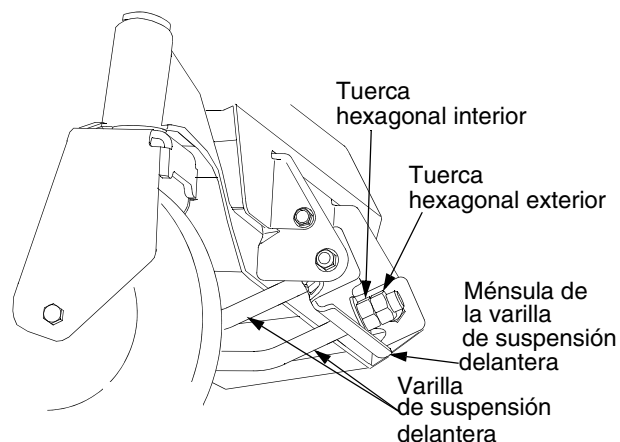

Figura 34
- Ubicado delante del tractor, afloje las tuercas exteriores hexagonales de la varilla de suspensión delantera de la plataforma y gírelas separándolas de las tuercas interiores. Vea Figura 34.
- Si la parte delantera de la plataforma estuviese demasiado baja, gire las tuercas hexagonales interiores en sentido de las agujas del reloj contra la ménsula de suspensión para acortar la varilla de suspensión delantera y levantar el frente de la plataforma. Vea Figura 34.